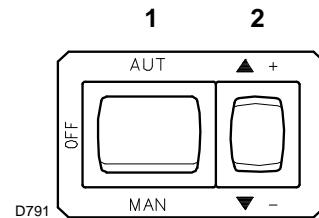
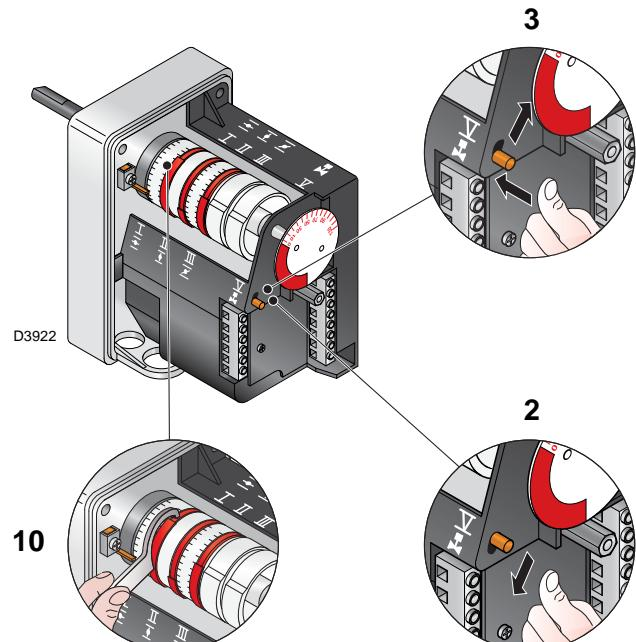

图 28
图 32
闭合温控器 / 压力开关，旋转开关至“手动”位置（图 28）。
按下“增大出力”按钮 2)(图 28) 并保持，直至伺服马达开启风门挡板和燃气蝶阀。
按下“降低出力”按钮 2)(图 28)并保持，直至伺服马达关闭风门挡板，同时将燃气蝶阀关闭至 15° 角(此为工厂设定值)。
- 如需减小供气量，可依次逐步减小伺服马达凸轮 III (图 32) 的角度(如从 15° 调至 13°，再调至 11°.....)。
- 如需增加供气量，轻轻按下“增大出力”按钮 2) 第 25 页图 28 (增大蝶阀角度 10-15°)，依次逐渐增大凸轮 III (图 32) 的角度(如从 15° 增至 17°，再增至 19°....)。
对凸轮 III 所进行的任何必要调整，尤其是微调，都必须使用专用工具 10)(图 32)。
图例 (图 32)